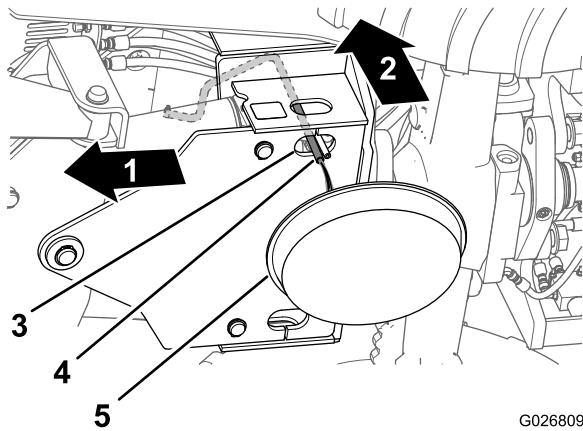

Figura 100
6. Passe a mangueira pelo furo na placa de fixação da lâmina de reaterro (Figura 100).
7. Posicione uma bandeja de drenagem com capacidade mínima de 23 L (6 galões) sob a extremidade aberta da mangueira de drenagem (Figura 100).
10. Remova a mangueira de drenagem e a abraçadeira (Figura 99 e Figura 100).